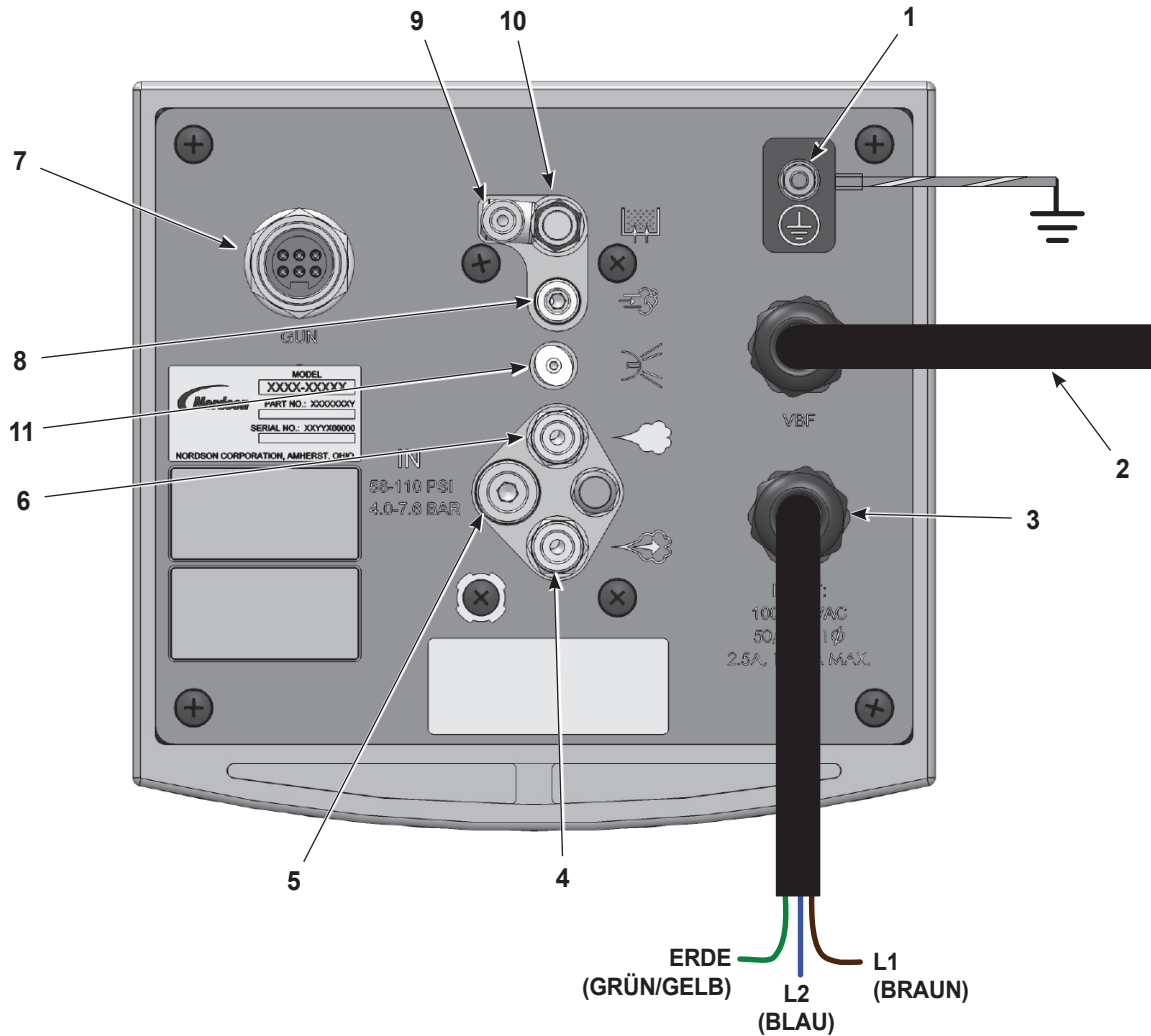
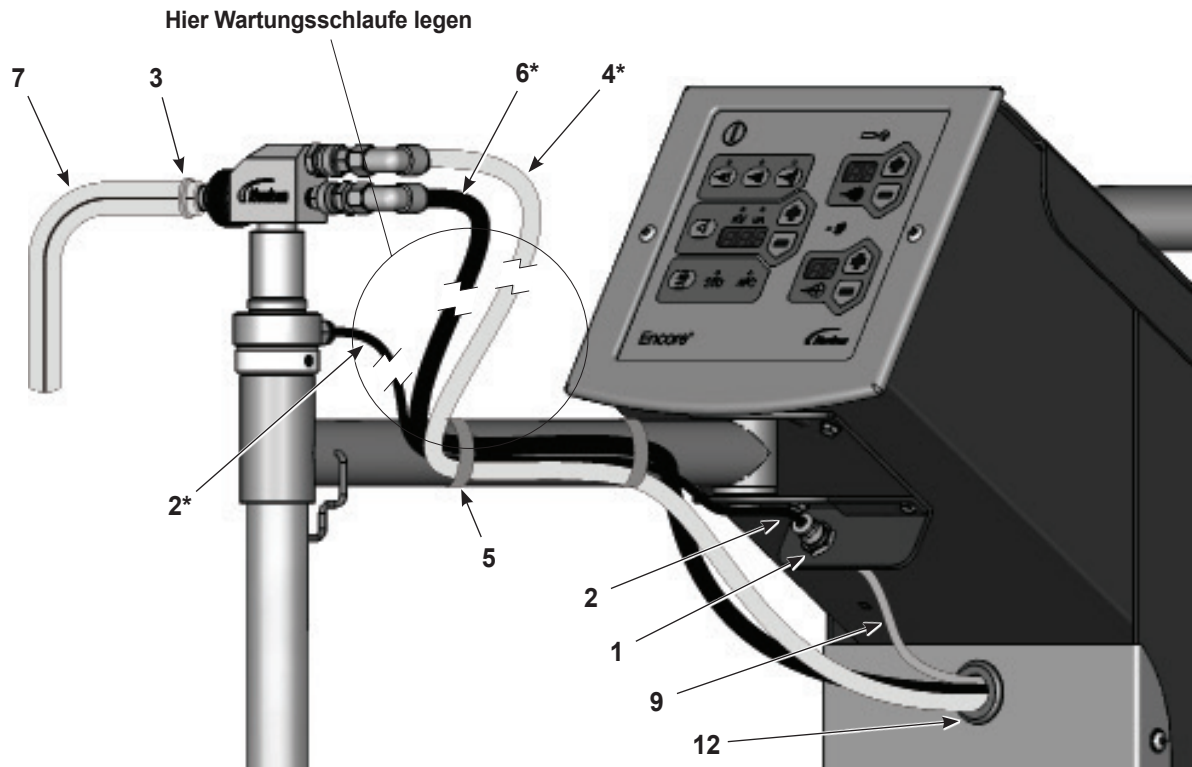
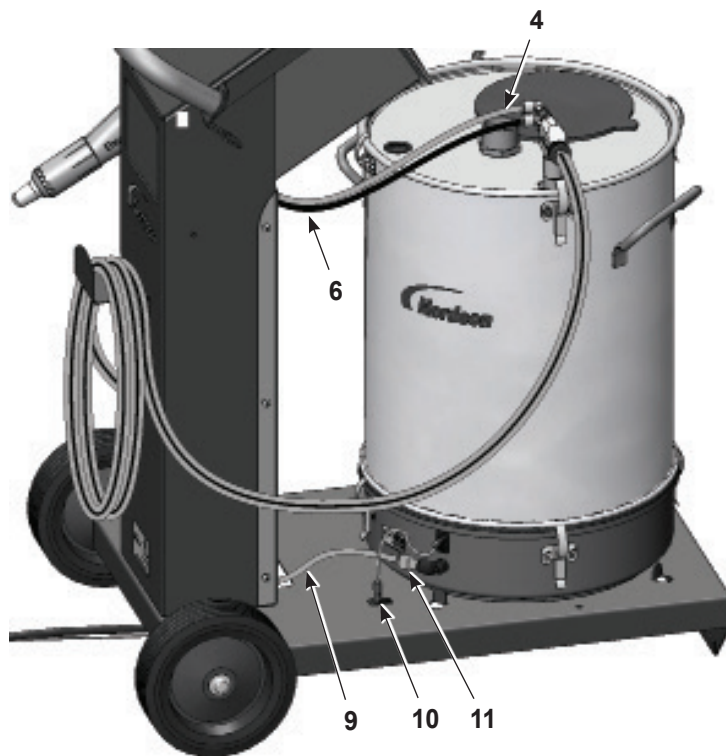

Abbildung 3-4 Anschlüsse der Encore LT Handsprühapplikator-Steuerung
Abbildung 3-8 Installation von Entnahmerohr und Pumpe des Encore LT Applikators
Abbildung 3-9 Encore LT mobiles System mit Vorratsbehälter – Installation von Behälter und Pumpe
7. Siehe Abbildung 3-4. Die kürzeren Enden der Schläuche in die Steuerung stecken:
- Zerstäuberluftschlauch (4), blau, 8 mm
- Förderluftschlauch (6), schwarz, 8 mm
- Fluidluftschlauch (9), blau, 6 mm
8. Siehe Abbildung 3-8. Die Schläuche (4, 6, 9) wie abgebildet durch die Durchgangsstülle in der Vorderwand des Wagenturms führen.
- Blauen 8-mm-Zerstäuberluftschlauch (4) an die obere Pumpenverschraubung
- Schwarzen 8-mm-Förderluftschlauch (6) an die untere Pumpenverschraubung
- Blauen 6-mm-Fluidluftschlauch (9) an die Schottverschraubung (1)
- Schwarzen 6-mm-Fluidluftschlauch (2) an die Schottverschraubung und das Entnahmerohr
- Pulverschlauch (7) an die Pumpe - mit Schlauchschelle (3) befestigen
3. Siehe Abbildung 3-4. Folgende Schläuche an der Steuerung anschließen:
4. Siehe Abbildung 3-9. Zerstäuberluftschlauch (4) und Förderluftschlauch (6) durch die Durchgangsstülle (12) auf der Vorderseite des Wagenturms führen.
5. Fluidluft (9) durch den Turm und durch die untere Vorderseite herausführen.
7. Die Pumpe (7) mit einer leichten Drehbewegung in der Pumpenbefestigung (5) installieren. Fluidluft- und Zerstäuberluftschläuche wie abgebildet mit der Pumpe verbinden.